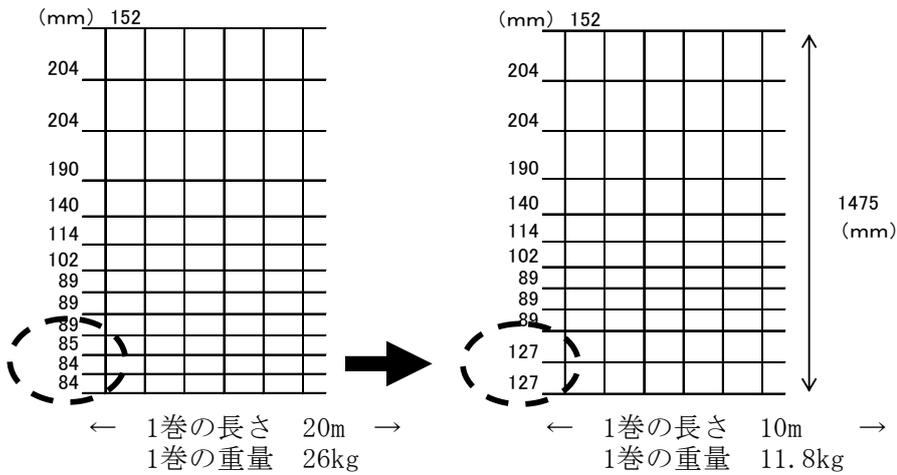
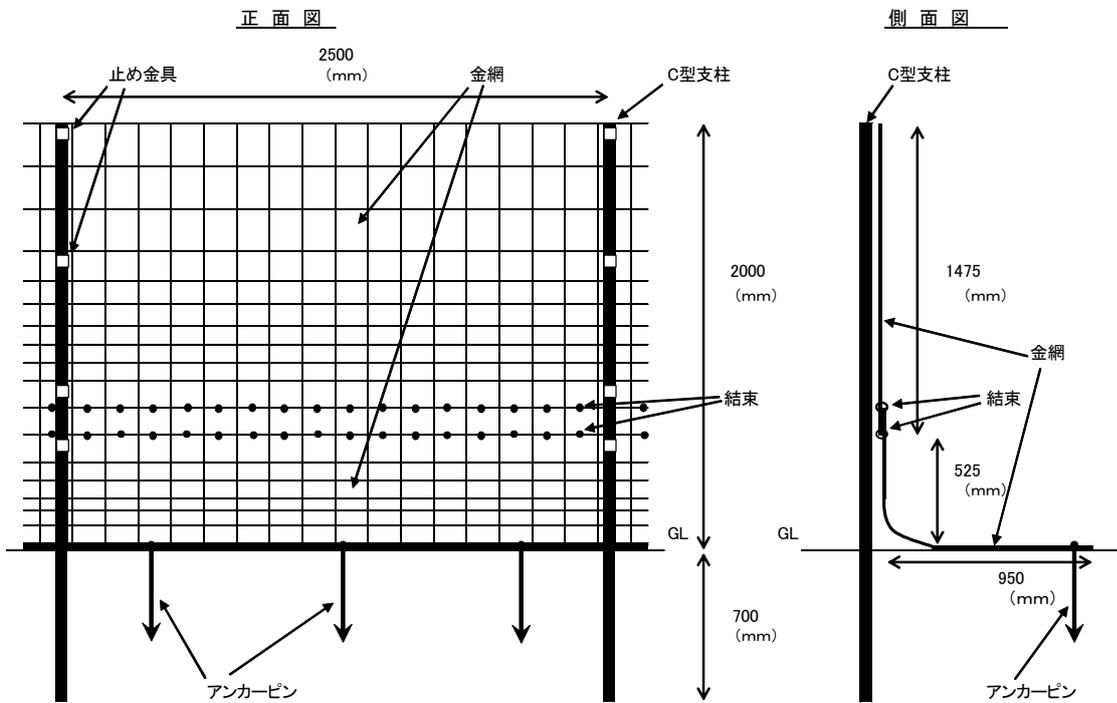

図1 急斜面版シカ侵入防止柵の金網 1巻あたりの変更点
図2 改良した急斜面版シカ侵入防止柵の正面図と側面図
奥多摩のような急傾斜地において、シカから植物を保護し、土砂の浸食を防ぐため、2005年に急斜面版シカ侵入防止柵を開発した。このシカ柵の部品のひとつである金網（図1、左）は、タイトクロスという特殊な結合構造をもつが、これを工場で大量に生産した場合、網目の間隔が84 mmと狭まった側が機械に絡んでしまい、安定した製造ができないことが判明した。また、この時の金網の重量は、1巻、約26 kgと重かったため、急斜面の登りの運搬時、道脇の枝葉などがこの金網に接触した場合、無理な姿勢をして腰を痛める、あるいは、金網を落とした場合、後続の作業員に危険が及ぶなどの問題があった。そこで、これらの問題点を解決すべく改良を加えたので報告する。
- 1) 大量生産に適した最小の網目の間隔は、端から127 mm, 127 mmであった（図1、右）。1巻あたり20 mの長さを10 mに規格変更した効果と合わせ、1巻の重量は、約26 kgから11.8 kgになった。設置時には、これを2枚用いて、接合部は、細かい網目である127 mmの側どうしを向かい合わせ、短めのシノーなどで結合し用いる（図2、表1）。